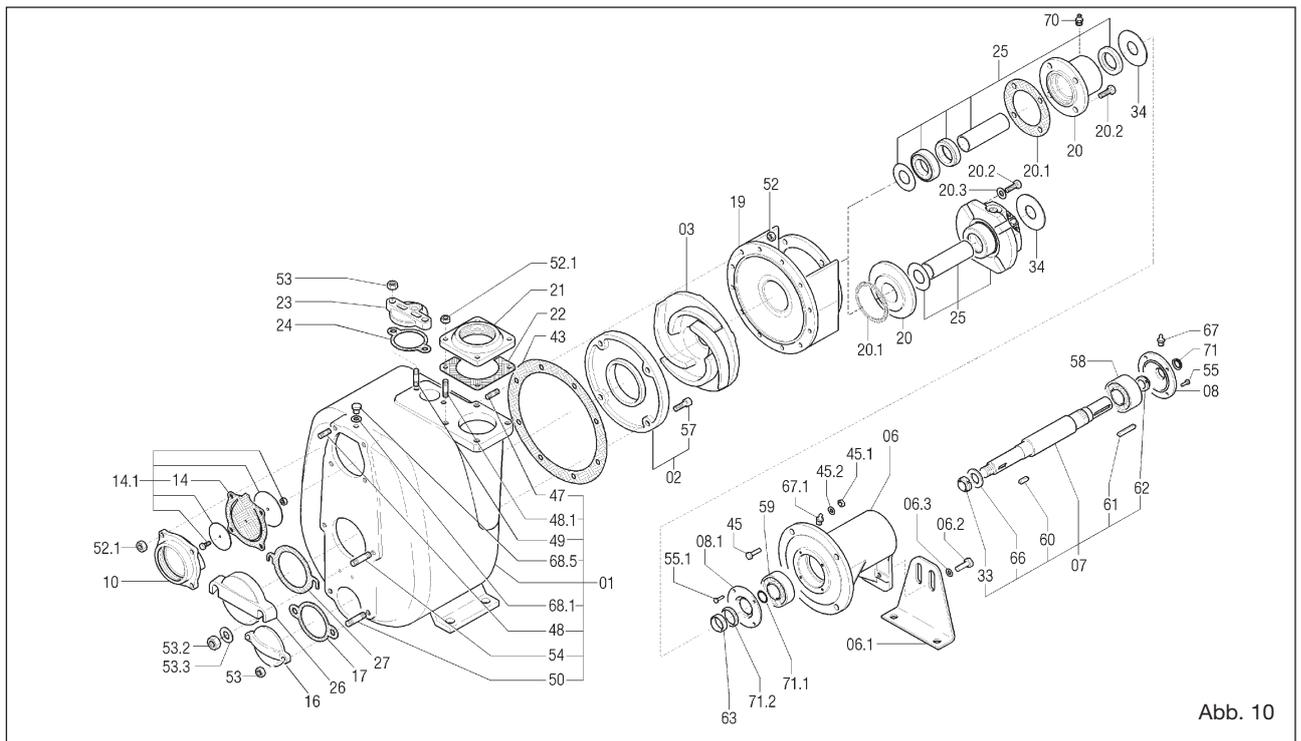
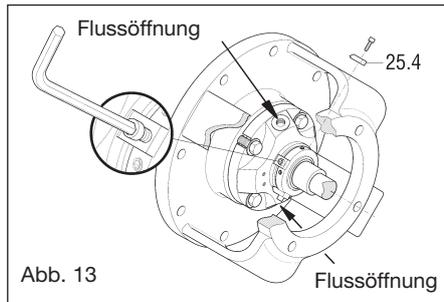

Abb. 10
Abb. 13
Die Ansaugleitung muss einen Durchmesser aufweisen, der dem Durchmesser des Ansaugstutzens der Pumpe entspricht (für größere Durchmesser Varisco konsultieren). Falls möglich Kurven, Kniestücke oder Drosselungen vermeiden, die den Zufluss der Flüssigkeit zur Pumpe behindern können. kein Bodenventil montieren: Die Pumpe weist ein integriertes Rückschlagventil (14) (Abb. 10) auf. Die Pumpe so nahe wie möglich an der zu pumpenden Flüssigkeit installieren und wo möglich versuchen, die Länge der Ansaugleitung zu reduzieren. Die Anschlüsse der Ansaugleitungen müssen vollkommen luftdicht sein. Die Gewinde, die Dichtung der Flansche, die Schnellkupplungen usw. kontrollieren.
### 13.2 Ersetzung des Laufrades (Abb. 10)
### 13.3 Ersetzung des Verschleißtellers (Abb. 10)
### 13.4 Ersetzung des Ventils (Abb. 10)
### 13.5 Ersetzung der Dichtung vom Typ 1 - 2 - 3 (Bezug Abb. 10,11 und 12)
### 13.6 Ersetzung der Dichtungen vom Typ 4 - 5 (Bezug Abb. 10, 13, 14, 15 und 16)
- Die Muttern (52) (Abb. 10) lösen und den Pumpenkörper entfernen; dabei darauf achten, dass die Dichtung (43) nicht beschädigt wird.
- Den Laufrad (03) blockieren und die selbstblockierende Mutter (33) abschrauben.
- Die Positionier Vorrichtungen (25.4) zum Blockieren der Dichtung in ihren Sitzen anbringen. (Abb. 13)
- Die Positionier Vorrichtungen (25.4) (Abb. 13) zum Blockieren der Dichtung entfernen und an den entsprechenden Bohrungen des Flansches anbringen, so dass sie in der Phase des Ausbaus wiederverwendet werden können.
Dazu müssen die Abmessungen A und B der Abbildungen 17, 18, 20 und 21 möglichst gleich sein. Dazu werden die Kompensationsringe (25.2) (Abb. 11) verwendet, die mit der Ersatzdichtung geliefert werden. Diese Ringe dienen dazu, das Laufrad nach vorne zu schieben, wenn er sich zu weit vom vorderen Verschleißteller entfernt oder zu nahe am hinteren (falls vorgesehen) befindet. Die Kompensationsringe werden zwischen den Halterungsringen der Dichtung (25.1) (Abb. 11) und das Laufrad montiert. Weitere Anpassungen können mit den Dichtungen zwischen Körper und hinterem Teller vorgenommen werden. Das Zwischenlegen der Dichtung (43) (Abb. 10) mit einer Stärke von 0,5 mm bewirkt den erforderlichen Abstand (Abb. 19).
### 13.8 Wartung der Lager (Abb. 10)